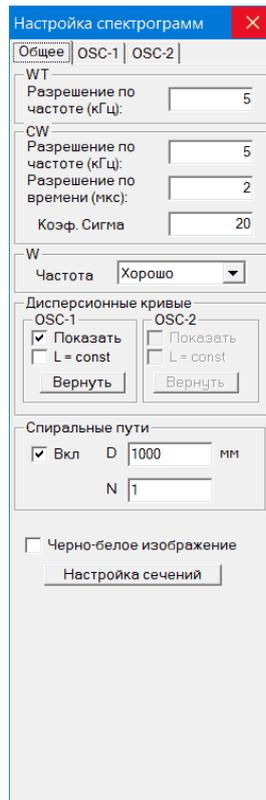
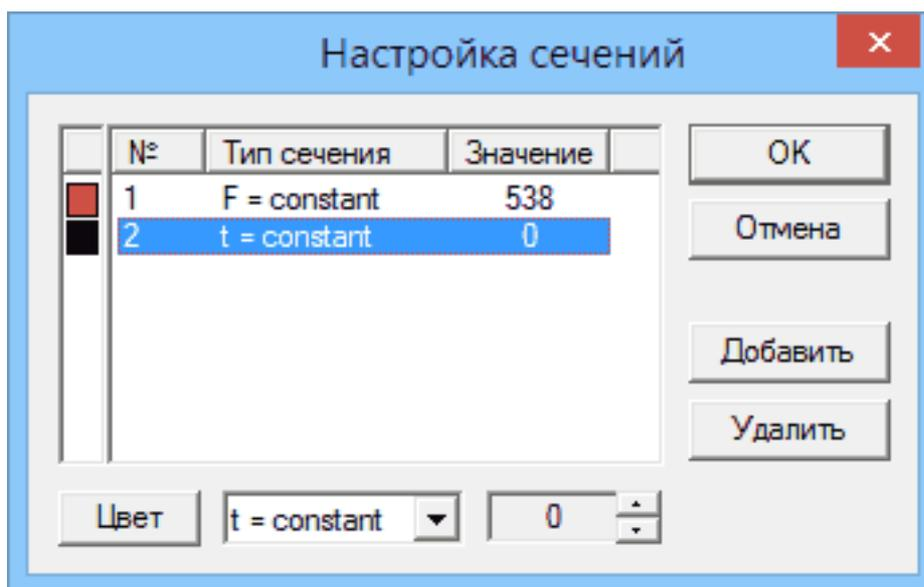

Рис. 17.2. Диалоговое окно **Настройка спектрограмм**, вкладка **Общее**
Рис. 17.3. Диалоговое окно **Настройка сечений**
Для настройки параметров вычисления и визуализации спектрограмм следует выбрать команду главного меню **Вид – Настройка спектрограммы**, либо воспользоваться кнопкой **SG** на панели инструментов. После этого появляется диалоговая панель **Настройка спектрограмм** (рис. 17.2), открытая на вкладке **Общее**.
- ◇ При нажатии на кнопку **Настройка сечений** открывается диалоговое окно настройки сечений спектрограмм (рис. 17.3). Подробное описание настройки сечений приведено далее в главе «*Настройка сечений*».
Для настройки сечений необходимо нажать кнопку **Настройка сечений** в диалоговом окне **Настройка спектрограмм** на вкладке **Общее** (рис. 17.2). После этого открывается диалоговое окно **Настройка сечений** (рис. 17.3), в котором задаются параметры сечений.